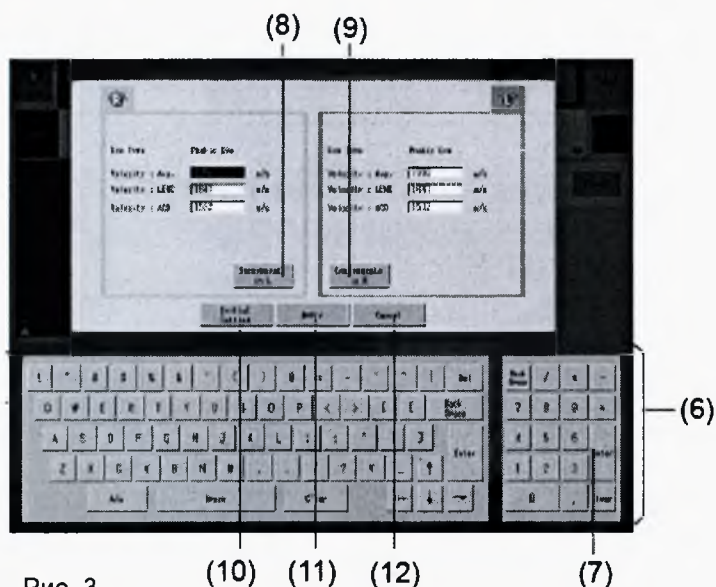

Рис. 3
2) Коснитесь одной из кнопок режима измерения (2).
3) Установите тип исследуемого глаза (3).
4) Коснитесь кнопки "Change Setting" (5), чтобы открыть окно изменения настроек (Рис. 3) для изменения скорости звука.
5) Точно также отредактируйте параметры в окне изменения настроек (Рис. 3) для изменения материала ИОЛ. Однако можно изменить параметры только для "User".